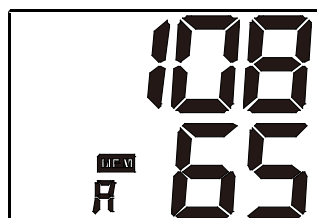
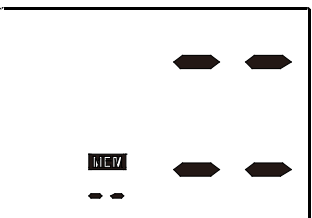

Figura 7-3
Figura 7-5
- c. Dopo aver selezionato l'unità di memoria, il display lcd visualizza il valore medio delle ultime tre misurazioni memorizzate in questa unità, vedere figura 7-3 & 7-4. Se nessun valore è stato memorizzato, il display LCD visualizza dei trattini come illustrato nella figura 7-5.